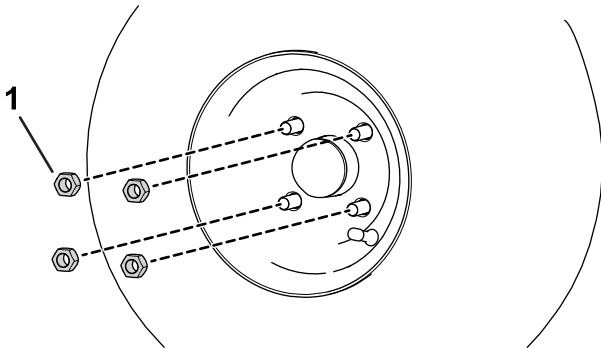

図 4
1. 先ほど外したラグナットを使って、ホイールをハブに固定する 図 4。